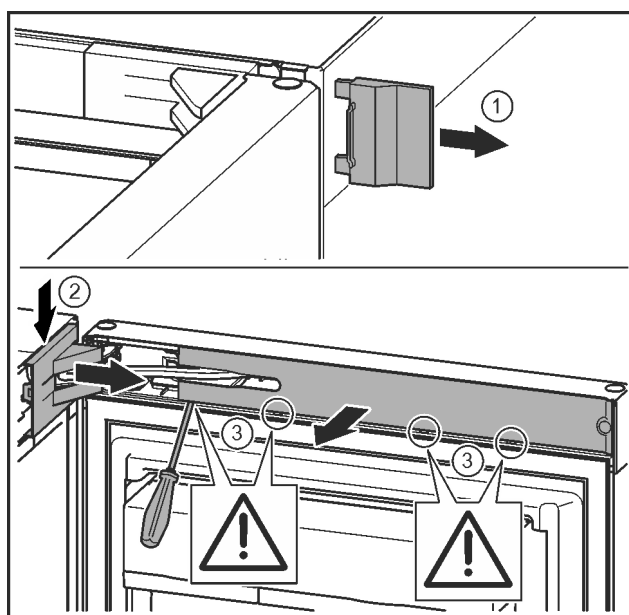

Fig. 12
- Äußere Abdeckung abnehmen. Fig. 12 (1)
- Lagerbockabdeckung ausrasten und lösen. Lagerbockabdeckung abnehmen. Fig. 12 (2)
- Blende mit Schlitzschraubendreher ausrasten und zur Seite schwenken. Fig. 12 (3)